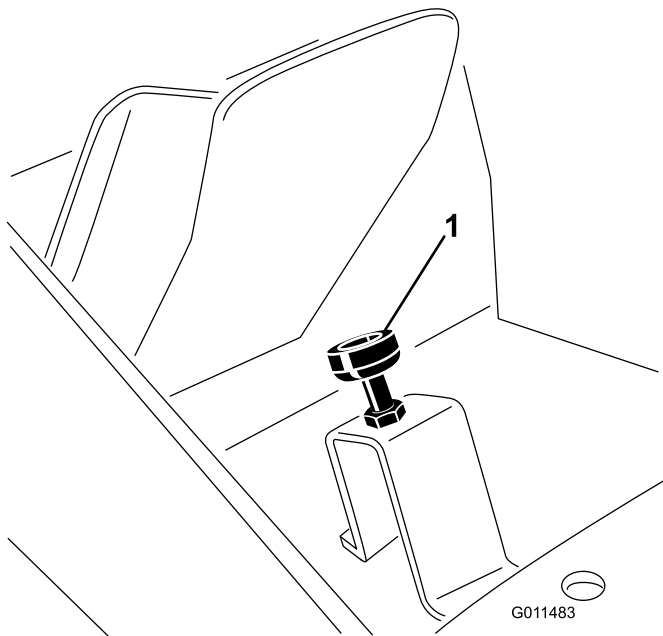

Bild 73
2. Treten Sie das Fahrtriebpedal ganz durch (Bild 73). Die Klemmmuttern müssen ggf. gelöst und der Anschlag gesenkt werden, um es ganz durchzutreten.
3. Nehmen Sie den Druck vom Fahrpedal und stellen Sie den Anschlag um eine weitere halbe oder ganze Umdrehung ein, sodass das Pedal den Anschlag berührt, kurz bevor der volle Hub erreicht wird; ziehen Sie dann die Klemmmuttern fest (Bild 73).